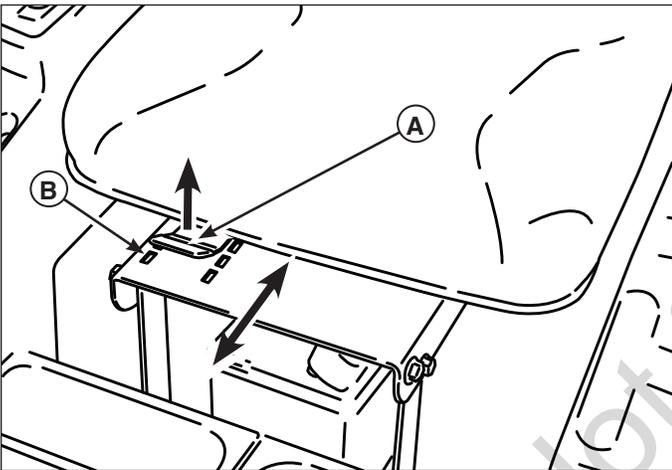

Figure 11. Réglage du siège
Lever le levier de réglage du siège (A, Figure 11). Faire glisser le siège vers l'avant ou vers l'arrière jusqu'à la position désirée, puis abaisser le levier de réglage du siège. S'assurer que le levier vienne se bloquer dans les fentes de blocage (B) du socle du siège.